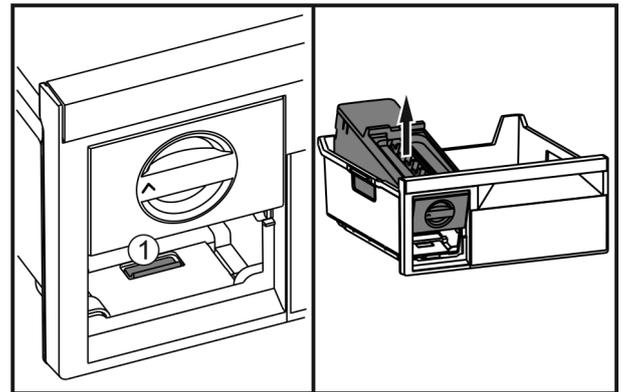

Fig. 82
- ▶ Lasche Fig. 82 (1) drücken, EasyTwist-Ice von hinten anheben und aus dem Gefrierschubfach herausnehmen.